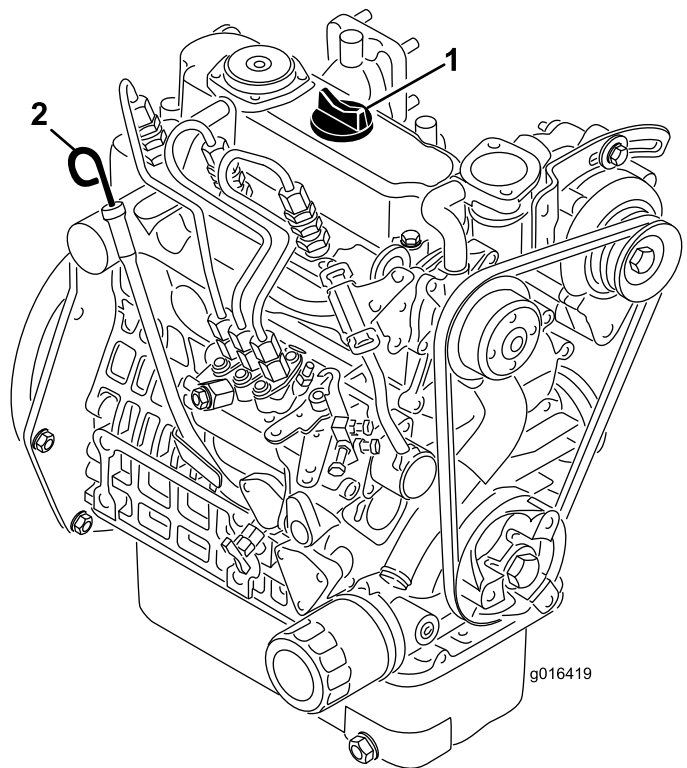

図 33
2. ディップスティックを抜き、ウェスで一度きれいに拭く(図 33)。